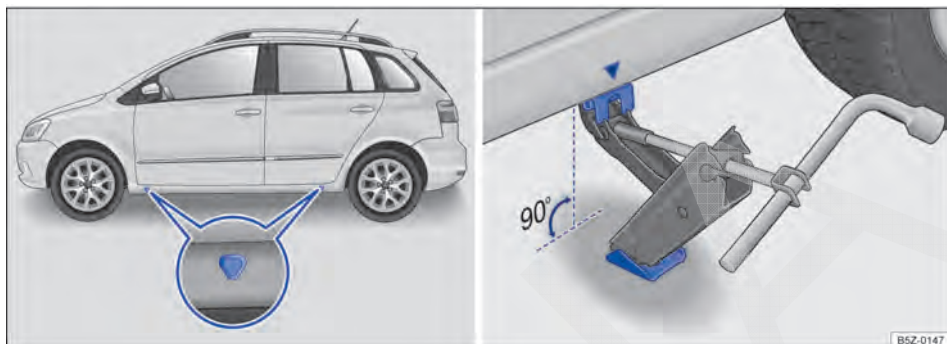

Fig. 162 Pontos de apoio do macaco e macaco posicionado no lado esquerdo traseiro do veículo.
O macaco somente pode ser posicionado nos pontos de apoio indicados (marcação na carroceria) → Fig. 162. É válido o ponto de apoio localizado próximo à roda correspondente → ⚠️.
6. Procurar sob o veículo o ponto de apoio do macaco → Fig. 162 mais próximo da roda a ser trocada.
8. Garantir que a base do macaco, com toda sua superfície, esteja sobre o chão e que a base se encontre perpendicularmente abaixo do ponto de colocação → Fig. 162.
9. Alinhar o macaco e, simultaneamente, levantar a garra do macaco até ela se encaixar na travessa debaixo do veículo → Fig. 162.
- Posicionar o macaco somente nos pontos indicados. A garra do macaco deve se encaixar no perfil da longarina de forma segura → Fig. 162.